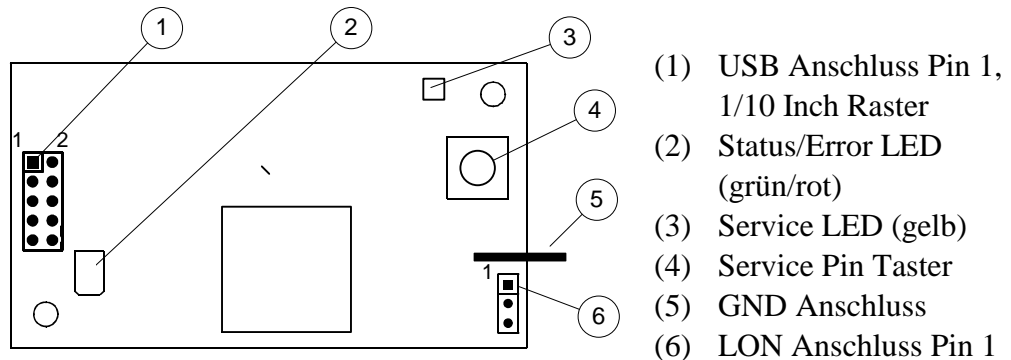

Bild 1-2 Elemente der Baugruppe am Beispiel der FTX Version
Die Service LED (Bild 1-2, (3)) signalisiert den Knotenstatus der Easylyon USB Socket Interface. Es sind folgende der Service LED Signale definiert:
Lage Pin 1 s. Bild 1-2